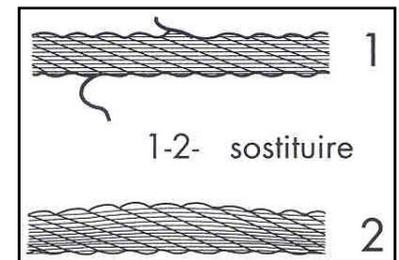

Figura 16 – Cavo da sostituire.
- un'ispezione visiva del cavo volta a stabilire l'assenza di sfilacciamenti, schiacciamenti, rigonfiamenti, piegamenti ecc. (Figura 16).
- una verifica accurata della configurazione del cavo, che deve essere avvolto correttamente sul tamburo con un passo uguale al diametro del cavo (Figura 16). Se il cavo risultasse avvolto in maniera scorretta, eseguire un ciclo di lavoro a vuoto per srotolare completamente il cavo e ripristinarne il corretto avvolgimento.